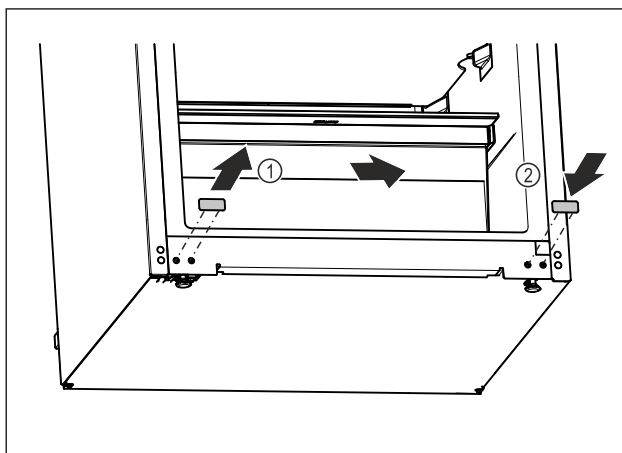

Fig. 20
- Trekk ut dekselpluggene. Fig. 20 (1)
- Sett inn dekselpluggen på motsatt side. Fig. 20 (2)